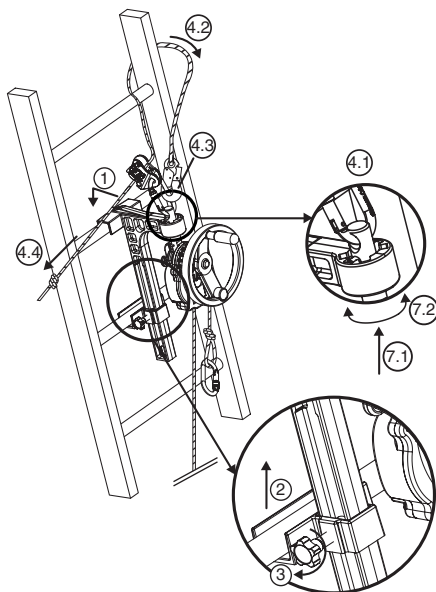

Fig. 6
### 6.3.2. Aparato Derope™ UP B (Fig. 6)
1. Colocar la consola grande bloqueable en el barrote de la escalera en la posición escogida para realizar la operación de salvamento, por encima de la persona a evacuar (Fig. 6, 1).
2. Hacer subir la corredera de bloqueo hasta el nivel del barrote inmediatamente debajo de aquel que recibe la consola grande (Fig. 6, 2).
3. Apretar el eje de bloqueo de la corredera utilizando el botón de apriete que se encuentra en el costado de la consola (Fig. 6, 3).
- Fijar el conector del dispositivo de ajuste LCM 05 en el agujero de la parte superior del eje de enganche (Fig. 6, 4.1).
- Pasar la correa de aseguramiento alrededor del barrote de la escalera situado encima de la consola rodeando uno de los montantes de la escalera (Fig. 6, 4.2).
- Conectar el conector de la correa de aseguramiento en el conector del dispositivo de ajuste LCM 05 (Fig. 6, 4.3).
- Tensar la correa de aseguramiento tirando del ramal libre (Fig. 6, 4.4).
7. Orientar el aparato Derope™ según la necesidad modificando la posición del eje de enganche en el dispositivo de indexación (Fig. 6, 7.1 – 7.2).